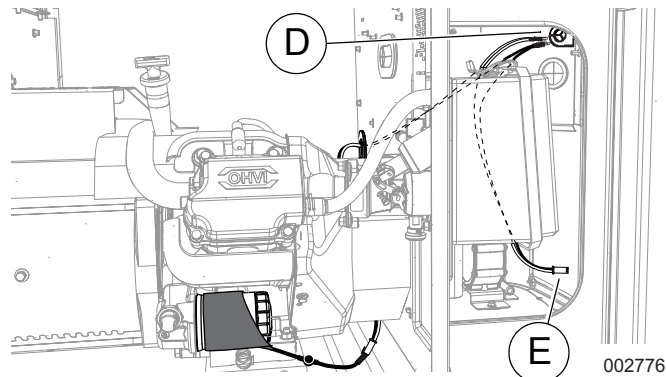

Figure 5. Acheminement des fils au branchement du client (modèles de 9 kW)
5. Voir la Figure 5. Faites passer les fils dans l'œillet du panneau de branchements du client (D). Si aucun chauffe-batterie ne sera branché sur la prise non utilisée du faisceau de fils en Y (E), roulez les fils et fixez-les à l'aide d'un fil d'attache en plastique. Fixez tous les fils avec des fils d'attache en plastique à au moins 1 cm (0,5 po) des tuyaux de carburant.